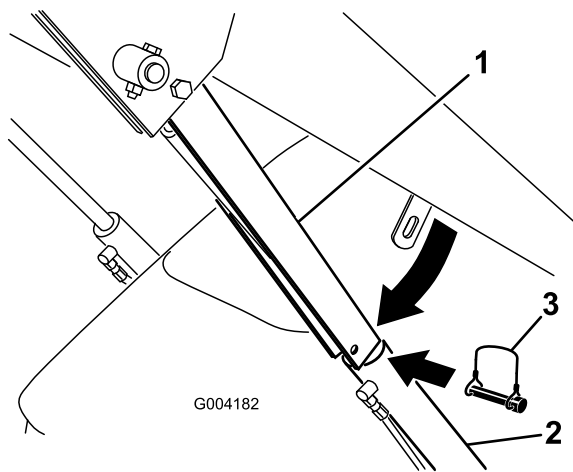

Bild 23
4. Entfernen Sie den Klappstecker, mit dem das Zylinderschloss am Hubarm befestigt ist (Bild 23).
5. Senken Sie das Zylinderschloss über die Zylinderstange und befestigen Sie es mit dem Klapstecker (Bild 23).